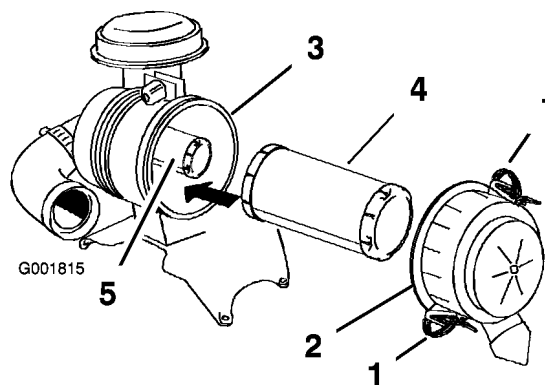

Figure 28
3. Ouvrez les dispositifs de verrouillage du filtre à air et enlevez le couvercle du corps du filtre (Figure 28).
5. Sortez l'élément principal du corps du filtre avec précaution (Figure 28). Évitez de cogner l'élément à l'intérieur du corps.
2. Si vous remplacez l'élément de sécurité, insérez-le avec précaution dans le corps du filtre (Figure 28).
3. Placez ensuite l'élément principal sur l'élément de sécurité avec le même soin (Figure 28).
4. Reposez le couvercle du filtre à air, le côté portant l'inscription **UP** en haut, et fermez les dispositifs de verrouillage (Figure 28).